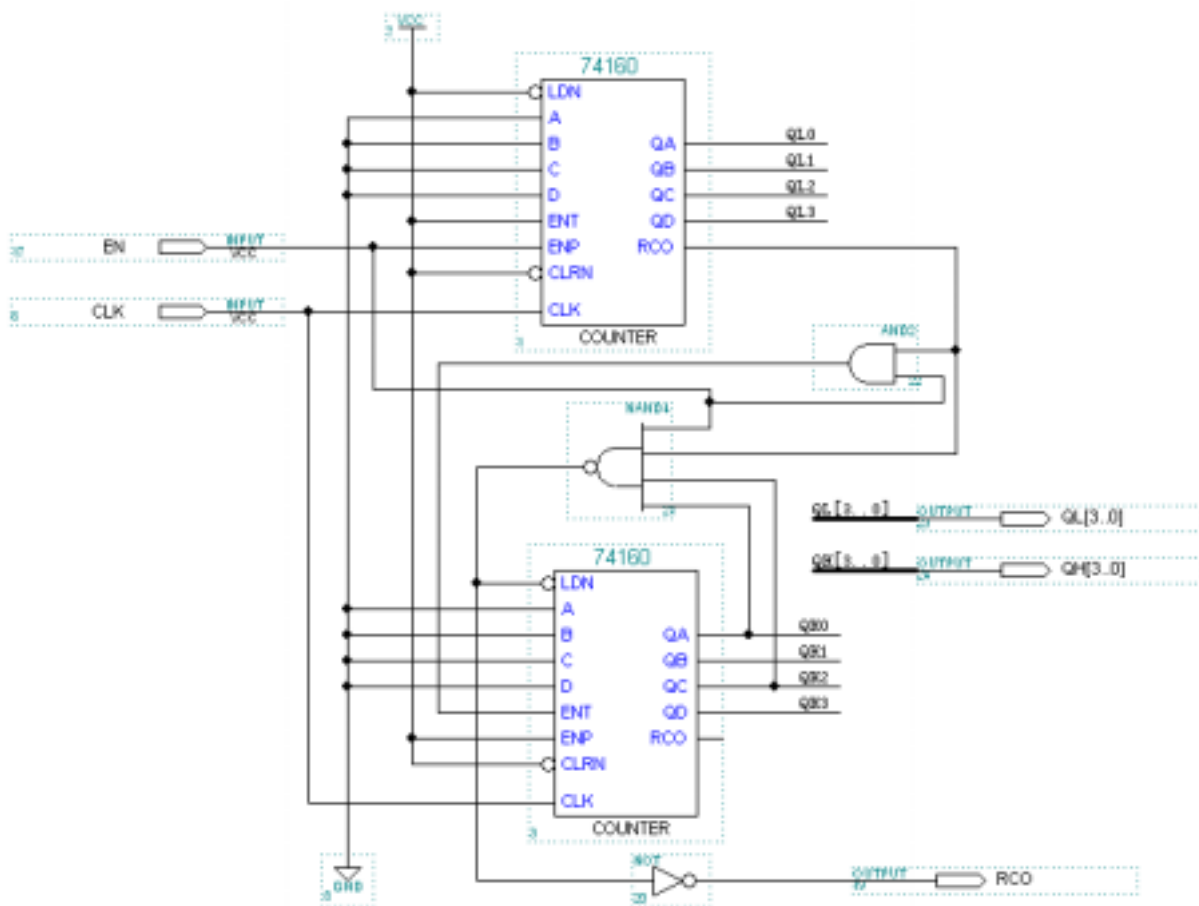

图 3.21 修改后的模 60 计数器原理图
- 2、添加两个输出 (output) 元件，分别命名为 QL[3..0]和 QH[3..0],其中 QL[3..0]代表 QL3、QL2、QL1、QL0 四线的组合。然后从 Output 元件分别引出一根连线，但连线并不和任何其它元件相连。右键单击该连线，在弹出的右键菜单的 Line Style 中选择粗线，粗线表示该线是总线。和单线一样也可以对总线进行命名，名字相同的总线在电气上是相通的，在本例中如果要对该总线命名，名字必须和所连的 Output 元件名字相同。对另一根连线作同样处理。修改完的设计文件如图 3.21 所示。